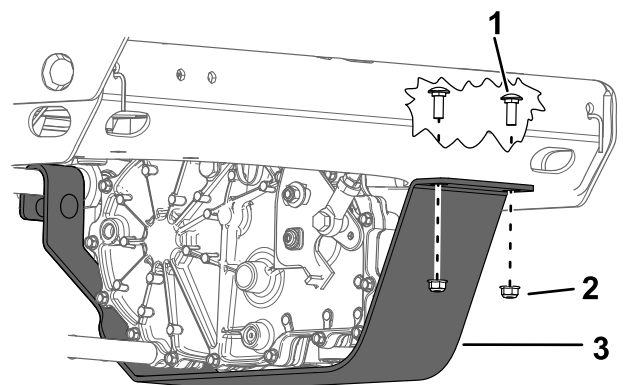

Figura 62
4. Rimuovete i 2 bulloni e dadi dalle protezioni del transaxle (Figura 62).